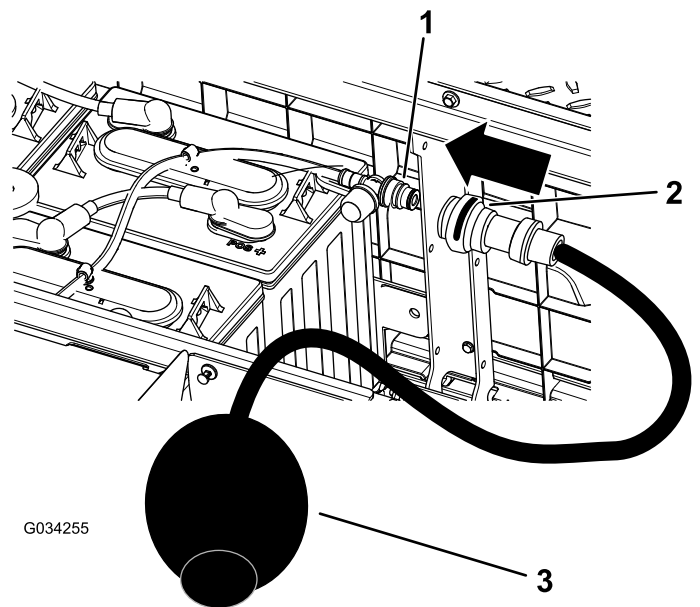

図 37
4. 水補給口に、トロの水補給用ハンドポンプをつなぐ **図 37**。